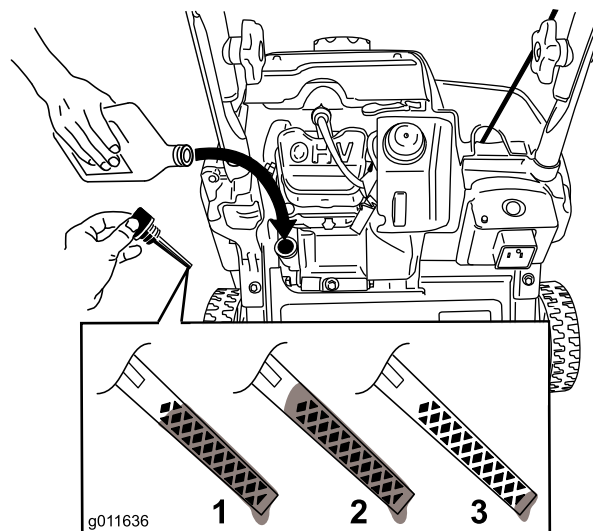

Рисунок 7
2. Очистите поверхность вокруг крышки маслозаливной горловины (Рисунок 7).
Примечание: Для того, чтобы правильно определить уровень масла на масломерном щупе, см. Рисунок 7.
Примечание: Заливайте масло в картер двигателя до тех пор, пока масломерный щуп не покажет, что достигнут нужный уровень масла в двигателе, как показано на Рисунок 7. В случае перелива слейте некоторое количество масла из двигателя, как описано в разделе «Замена моторного масла».